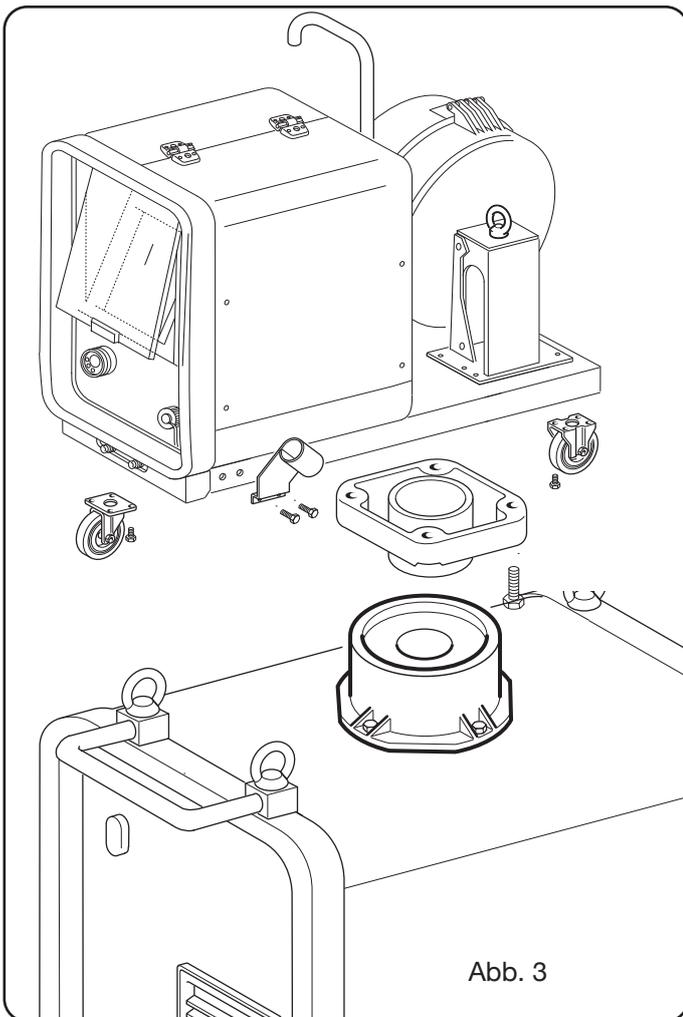

Abb. 3
- Bei den verfahrbaren Maschinen muss das Schwenklager sowohl auf das Drahtvorschubgerät als auch auf die Stromquelle montiert werden; die mitgelieferten kleinen Räder müssen mit den zugehörigen Schrauben ebenso wie der Brennerhalter an den Boden des Drahtvorschubgeräts montiert werden; dann das Drahtvorschubgerät wie vorgesehen anordnen. (Siehe Abb. 3).